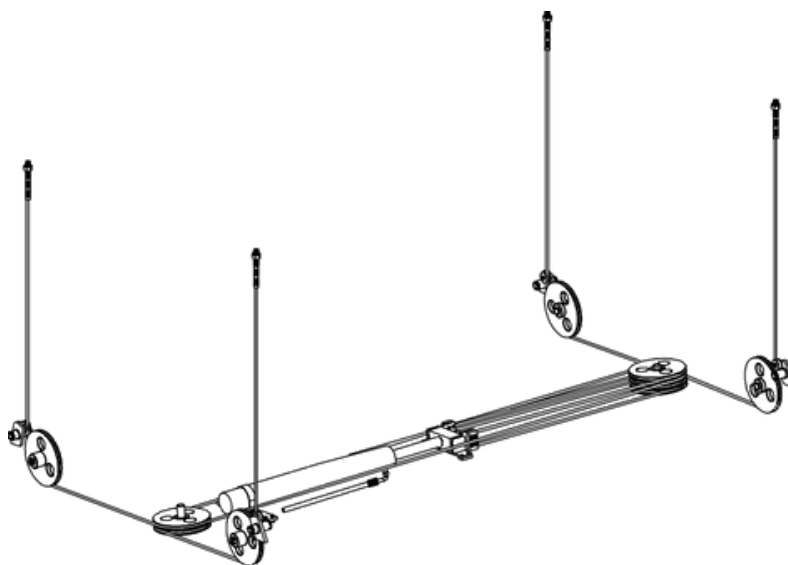

FIG. 7
PASSO 5 Instalar os cabos através das vigas transversais. É mais fácil passar o cabo através da viga transversal com as tampas colocadas. Ver FIG. 7 para o Diagrama de Passagem de Cabos.